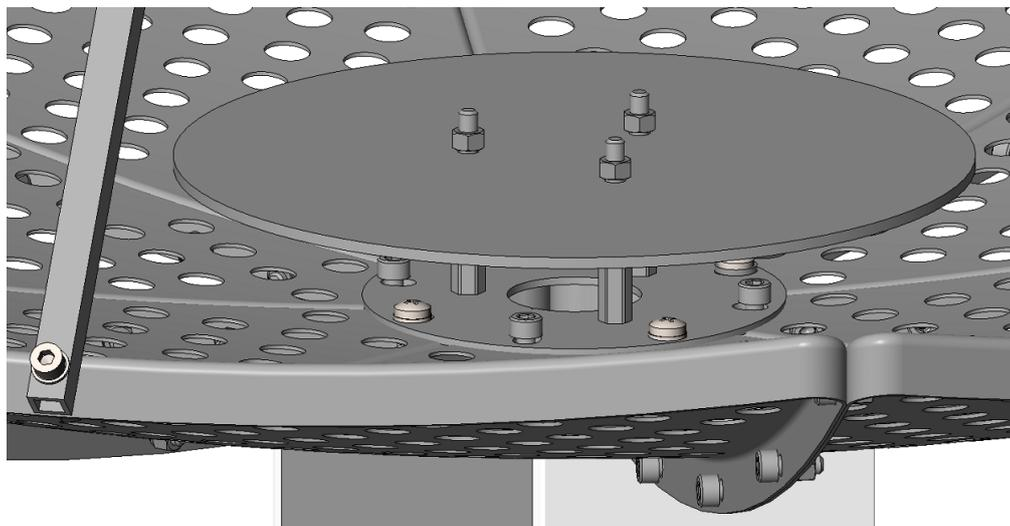

Рисунок 19 – Установка компенсатора на монтажную пластину
14) Извлечь и смонтировать компенсатор на монтажную пластину рефлектора, прикрутив стойки к шпилькам пластины, а затем зафиксировав компенсатор гайками из комплекта, как показано на Рисунок 19